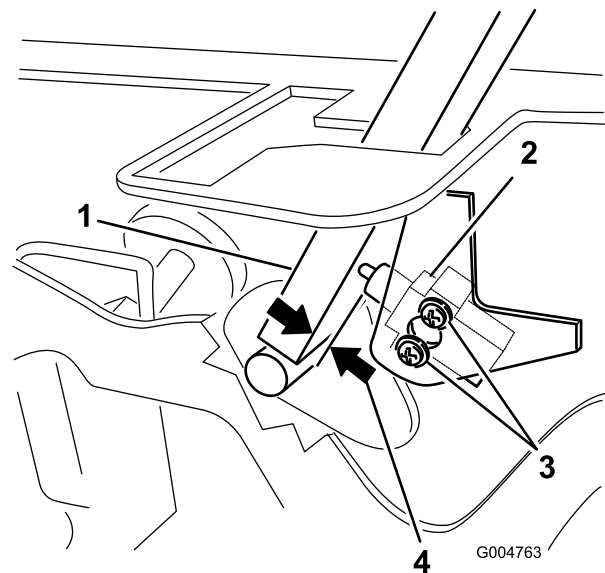

Figura 59
3. Afloje los 2 tornillos que fijan el interruptor de seguridad (Figura 59).
4. Sujetando la palanca de control contra el bastidor, mueva el interruptor hacia la palanca hasta que la distancia entre la palanca y el cuerpo del interruptor sea de 0.015 a 0.045 pulg. (0.4 a 1 mm) (Figura 59).